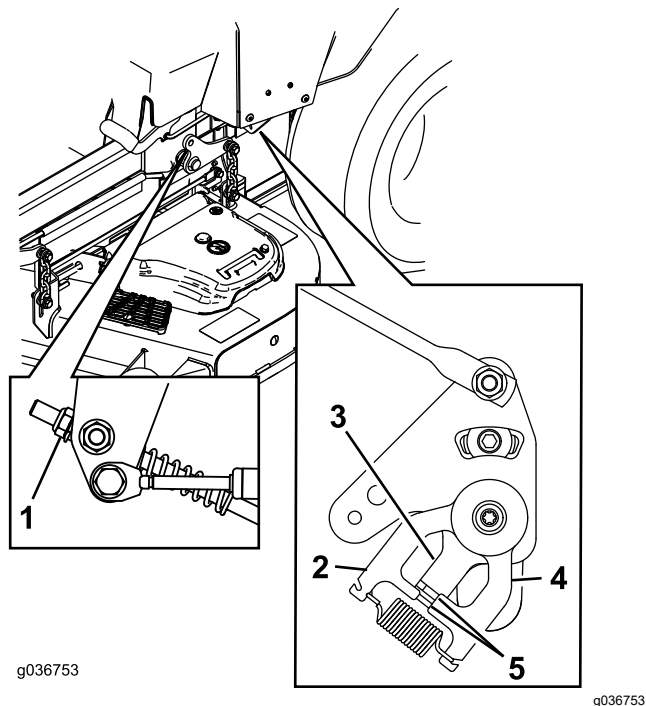

Figura 82
11. Ajuste la longitud de las varillas de control de las bombas girando la tuerca en el sentido apropiado, hasta que las ruedas se muevan ligeramente en marcha atrás (**Figura 82**).